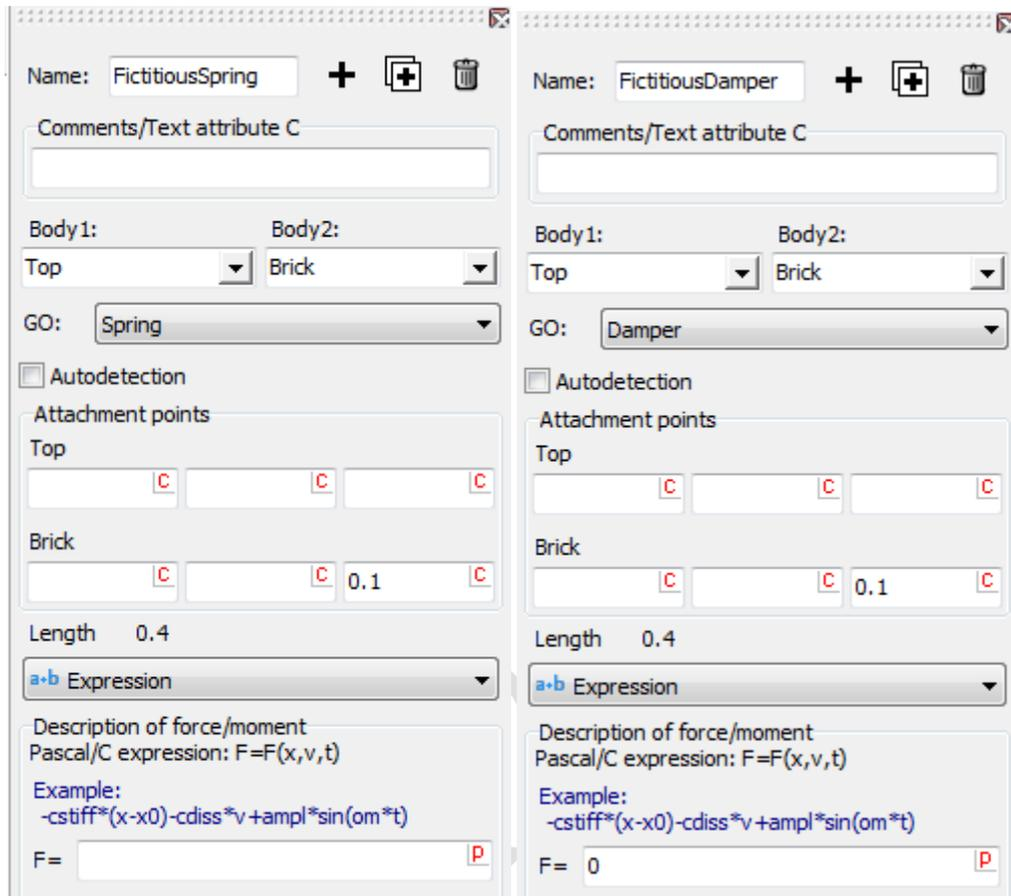

图 2.14 虚拟 Bipolar 力元
2. 然后在右侧交互界面添加两个 **Bipolar** 力元, 并按图 2.14 所示分别设置。